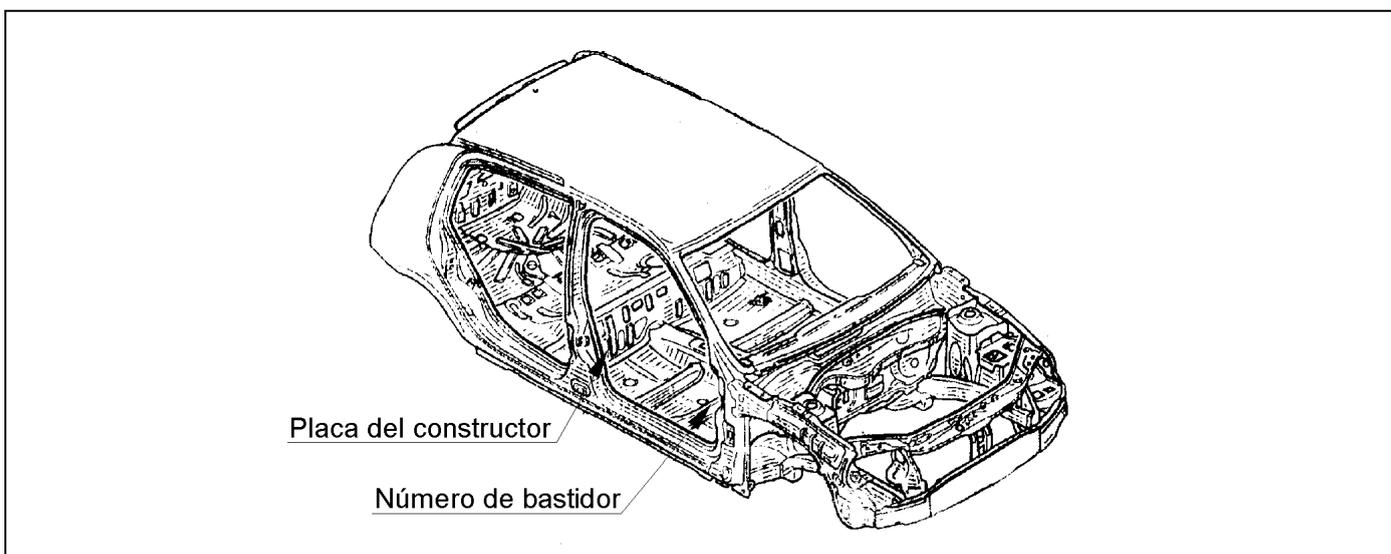

Figura 1.- Situación de la placa de identificación del vehículo y del número de bastidor
Las características que identifican al vehículo se recogen, debidamente codificadas, en diversos puntos de la carrocería, como se refleja en la figura 1.
- **El número de bastidor** se encuentra troquelado en la travesía anterior del piso del habitáculo, debajo del asiento delantero derecho (figura 1).